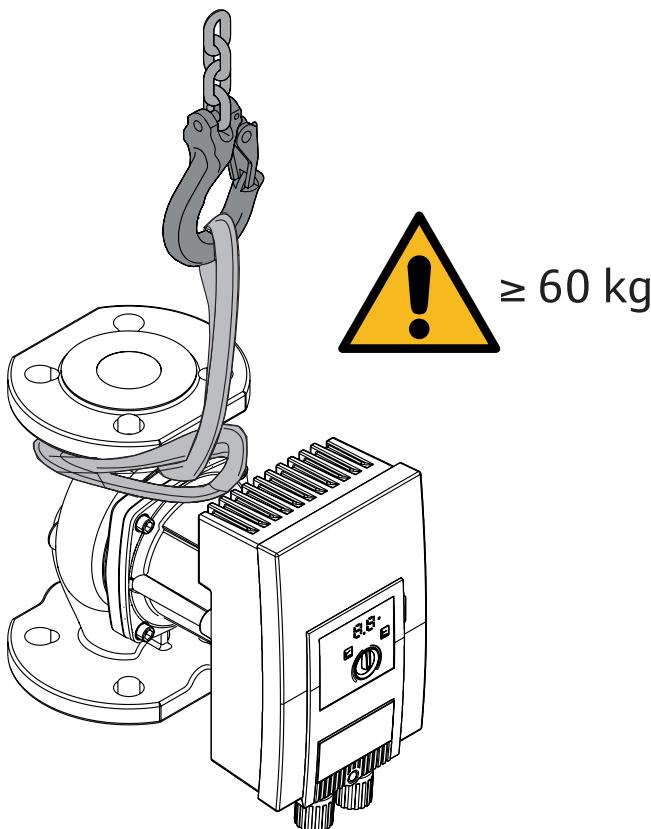

Fig. 3: Transport
- Nosite samo za motor ali ohišje črpalk – Fig. 3.